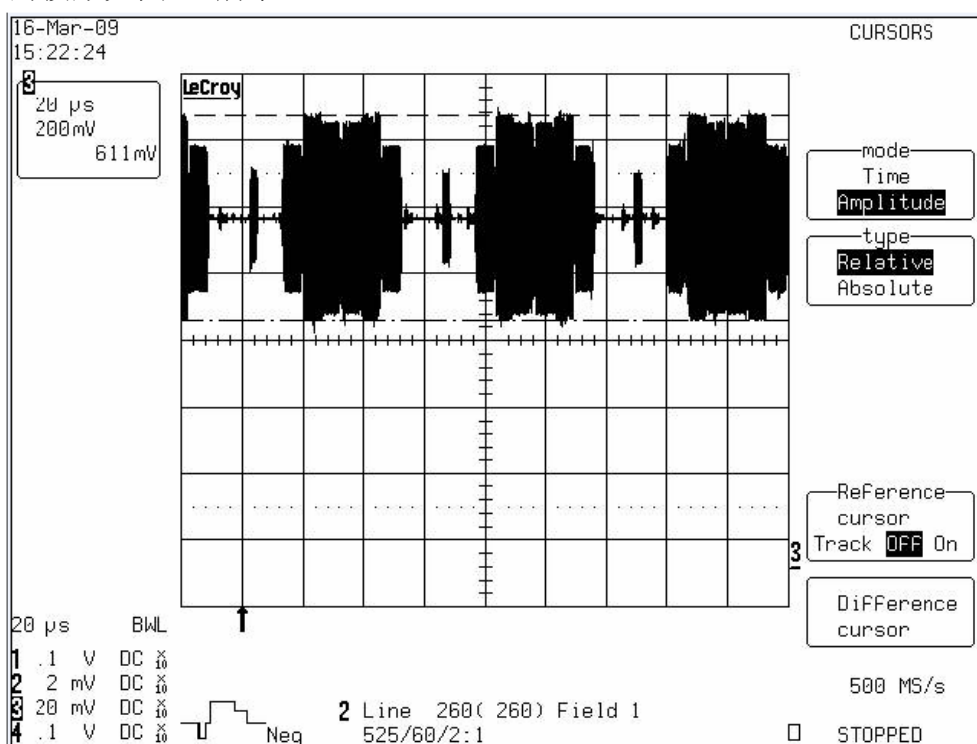

图22
4、YPbPr输入全彩条信号，在进入主芯片N39的耦合电容C46之后（YPbPr—Y 部分）的波形如图22所示：